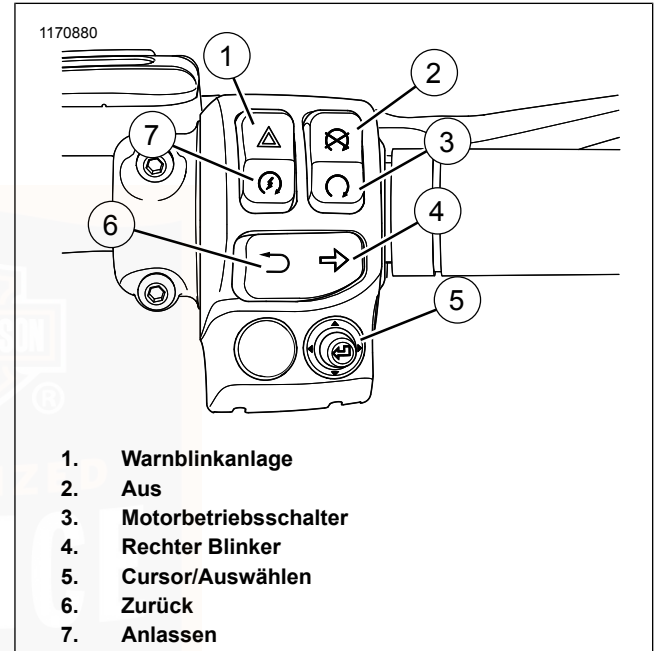

Abbildung 46. Rechtes Schaltermodul (typisch)
2. Siehe Abbildung 46. In Anwesenheit des Sicherheitssystem-Schlüsselanhängers den Motorbetriebsschalter EINSCHALTEN.